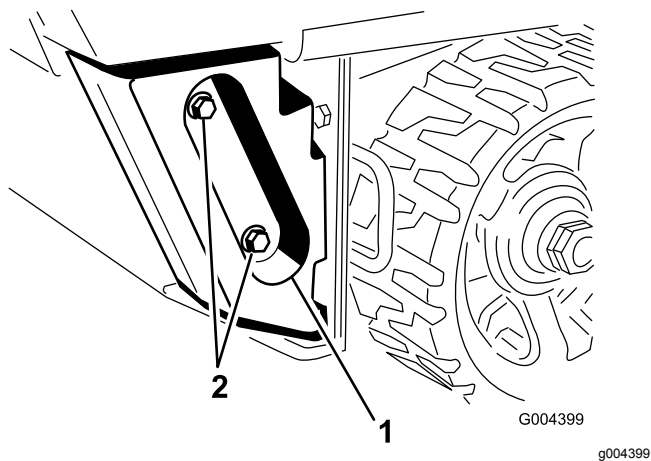

Figura 1
6. Per le macchine serie TX 400, rimuovete i contrappesi e i relativi dispositivi di fissaggio dalla parte posteriore della macchina e rimessateli in una posizione sicura (Figura 1).